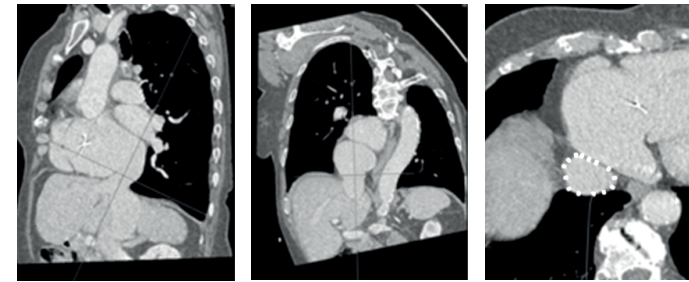

Figura 9: Ajuste dos planos
1. Coloque o centro da interseção da linha no ponto de interesse. Repita para os 3 planos apresentados no ecrã da MPR 3D (Figura 9).